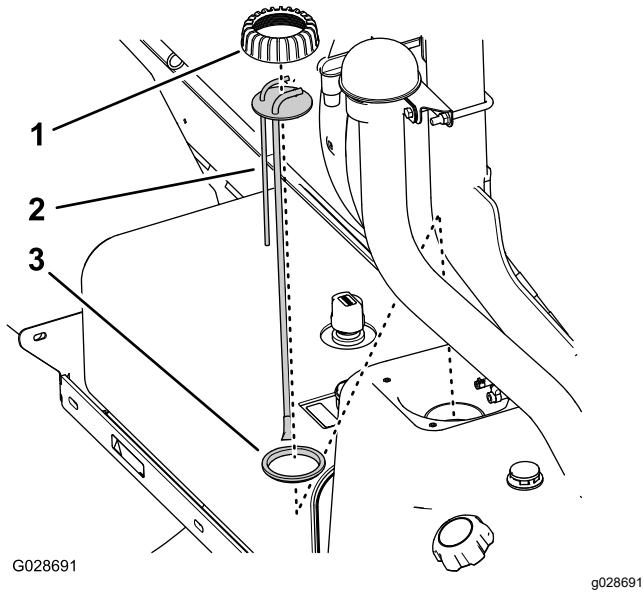

Рисунок 82
5. Поверните крышку вертикальной трубы / датчика уровня топлива против часовой стрелки, затем снимите крышку (Рисунок 82).
6. Поднимите узел вертикальной трубы / датчика уровня топлива, чтобы снять его с топливного бака (Рисунок 82).
1. Установите крышку на вертикальную трубу и вставьте вертикальную трубу в уплотнение (Рисунок 82).
2. Совместите крышку, вертикальную трубу и уплотнение с баком и осторожно вставьте новый узел вертикальной трубы в топливный бак (Рисунок 82).
3. Установите крышку на горловину топливного бака и затяните крышку от руки (Рисунок 82).